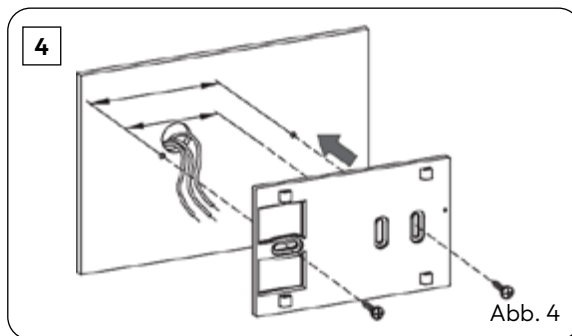

Abb. 4
- 4** Befestigen Sie die Wandhalterung mit den beiliegenden Schrauben. Führen Sie die Anschlussleitungen, wie dargestellt, durch die Wandhalterung (Abb. 4).